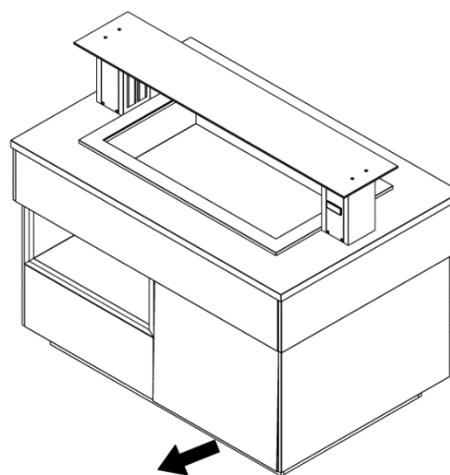

Рисунок 2
- движением на себя за нижнюю кромку сдвинуть фасад (рис. 2);